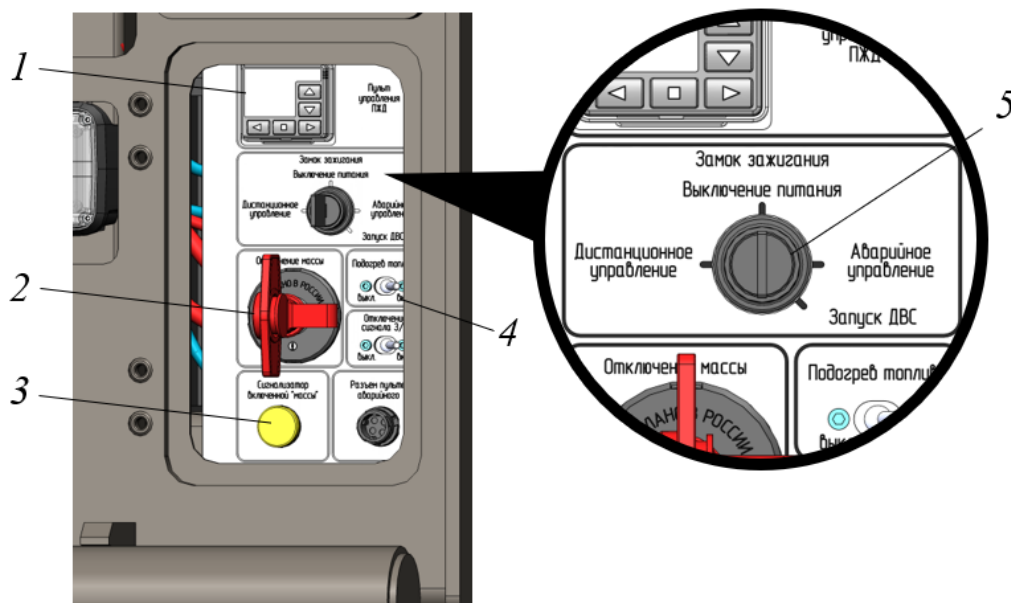

Рисунок 3.20. Панель управления
- Включить питание (если оно выключено) главным выключателем АКБ, поз. 2, рис. 3.20, при этом должен загореться сигнализатор включенного питания, поз. 3.
Если температура окружающего воздуха ниже 5°C задействовать подогрев топлива поз. 4, ПЖД поз. 1 или все вместе (рис. 3.20).
- ▶ После остановки двигателя, ключом в замке зажигания поз. 5 выключить питание, обесточить машину, повернув главный выключатель АКБ поз. 2 на панели управления (рис. 3.20).